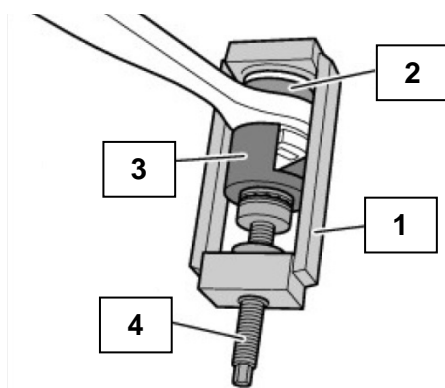
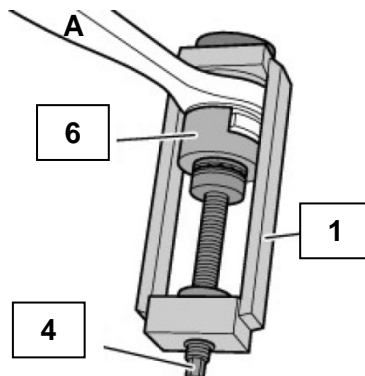
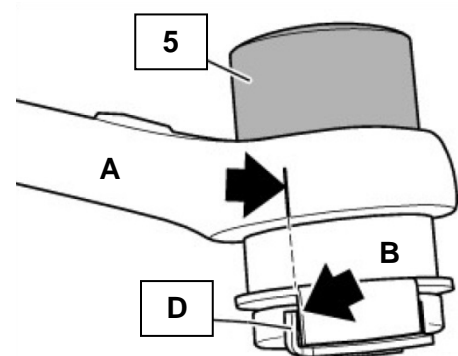

Abb.2
Abb. 5
Abb. 6
1. Vor der Demontage den Sitz des montierten Traggelenks markieren (siehe Abb.6).
2. Druckstück (2) mit der offenen Seite von oben auf das Traggelenk stecken.
3. Spindel weit genug aus dem Pressrahmen (1) herausdrehen.
4. Gegenhaltehülse (3), mit der Aussparung in Richtung Traggelenk zeigend, auf die Spindel (4) aufsetzen (siehe Abb.2).
5. Pressrahmen (1) über das Traggelenk montieren. Dabei darauf achten, dass das Druckstück (2) in der Pressrahmenbohrung sitzt und die Aussparung der Gegenhaltehülse (3) korrekt zum Traggelenk ausgerichtet ist (siehe Abb.2).
3. Traggelenk in das Druckstück (6) einsetzen. Dabei darauf achten, dass das Traggelenk korrekt in der Aussparung sitzt (siehe Abb.5).
4. Spindel weit genug aus dem Pressrahmen (1) herausdrehen.
6. Pressrahmen (1) auf den Querlenker positionieren. Dabei darauf achten, dass die Führungshülse (5) in der Bohrung des Pressrahmens sitzt und das Traggelenk korrekt ausgerichtet ist (siehe Abb.6).
8. Korrekten Sitz der Werkzeuge und des Traggelenks prüfen und das Traggelenk mit der Spindel (4) in den Querlenker pressen (siehe Abb.5).